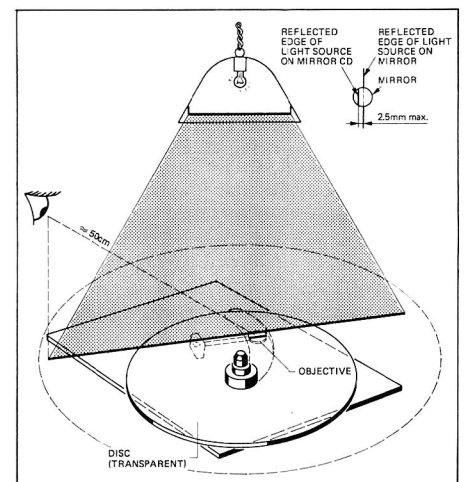

Fig. 4.18
- Den Laser- Abtaster in Mittelstellung bringen und das Laufwerk so drehen, dass der Arm parallel zur Licht- quelle steht (siehe Fig. 4.18).
- Beim Betrachten der beiden Reflexionen der Licht- quelle in der Glas - CD und im Spiegel auf dem Abtaster (wie in Fig. 4.18) darf deren seitlicher Versatz nicht mehr als 2,5mm betragen.